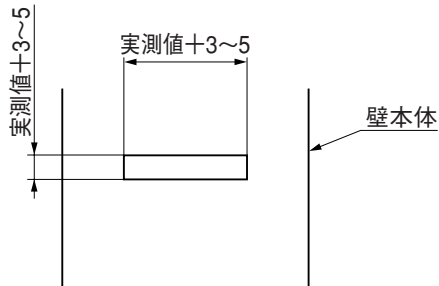

図1-10
- ① ポスト本体に合わせて壁本体へ、ホルソー等で切欠き加工をしてください。（図1-10参照）